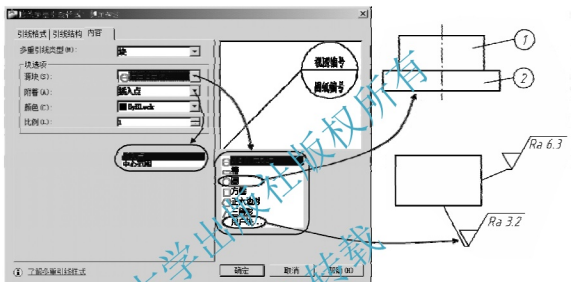

图 6-53 【内容】选项卡显示界面
(4) 【内容】选项卡：用于设置多重引线中的注释类型、文字选项(包括文字样式、角度、颜色、高度等)，以及引线连接方式等内容，“倒角标注”样式的内容设置如图 6-52(c)所示。其中【多重引线类型】下拉列表中有“多行文字”、“块”和“无”三种类型，当选择“块”时，【内容】选项卡显示界面如图 6-53 所示，通过选择不同的块源，可以标注机械图中的零件序号及粗糙度符号。